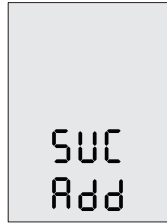

Abbildung 6-10
Schritt 6: Nach dem Koppeln zeigt das LCD-Feld fünf Sekunden lang den Inhalt laut Abbildung 6-10 an und wechselt dann automatisch ins Hauptdisplay zurück.